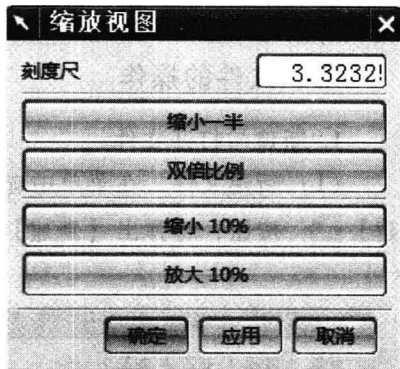

图 1-23 【缩放视图】对话框
(2) 适合窗口 在菜单中选择【视图】|【操作】|【适合窗口】命令或单击【视图】工具条上【适合窗口】按钮，将立即显示模型中所有的对象。
(3) 根据选择调整视图 单击【视图】工具条上【根据选择调整视图】按钮，则在视图中选择装配模型的一个小部件进行单独放大。
(4) 缩放 (F6 键) 在菜单中选择【视图】|【操作】|【缩放】命令，打开如图 1-23 所示【缩放视图】对话框，系统会按用户指定的数值，缩放整个模型，且不改变模型原来的显示方位。或单击【视图】工具条上【缩放】按钮，按住鼠标左键 (MB1) 并在模型上希望放大的区域处画一个矩形，然后松开，矩形区域内的模型立即被放大。